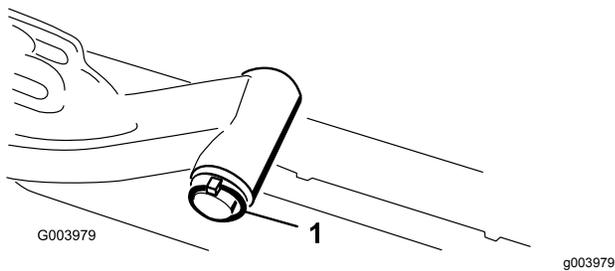

Рисунок 12
- A. Снимите шплинт и шайбу, которые крепят вал оси поворота подъемного рычага к подъемному рычагу, и снимите вал оси поворота с подъемного рычага (Рисунок 12).
- C. Вставьте ось поворота подъемного рычага в подъемный рычаг и зафиксируйте шайбой и шплинтом (Рисунок 12).